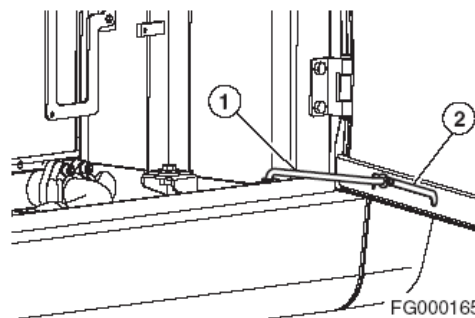

Рис. 151
Открыть боковую дверь доступа и вытянуть опорный стержень (1, рис. 151) в отверстие (2), пока он не заблокируется в прорези в конце щели.